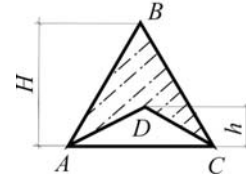

Рис.3.4
3.4. Из равнобедренного треугольника  $ABC$  вырезан равнобедренный треугольник  $ADC$ . Определить высоту вырезанного треугольника, если вершина его  $D$  является центром тяжести оставшейся фигуры (на рисунке заштрихована) (рис.3.4).